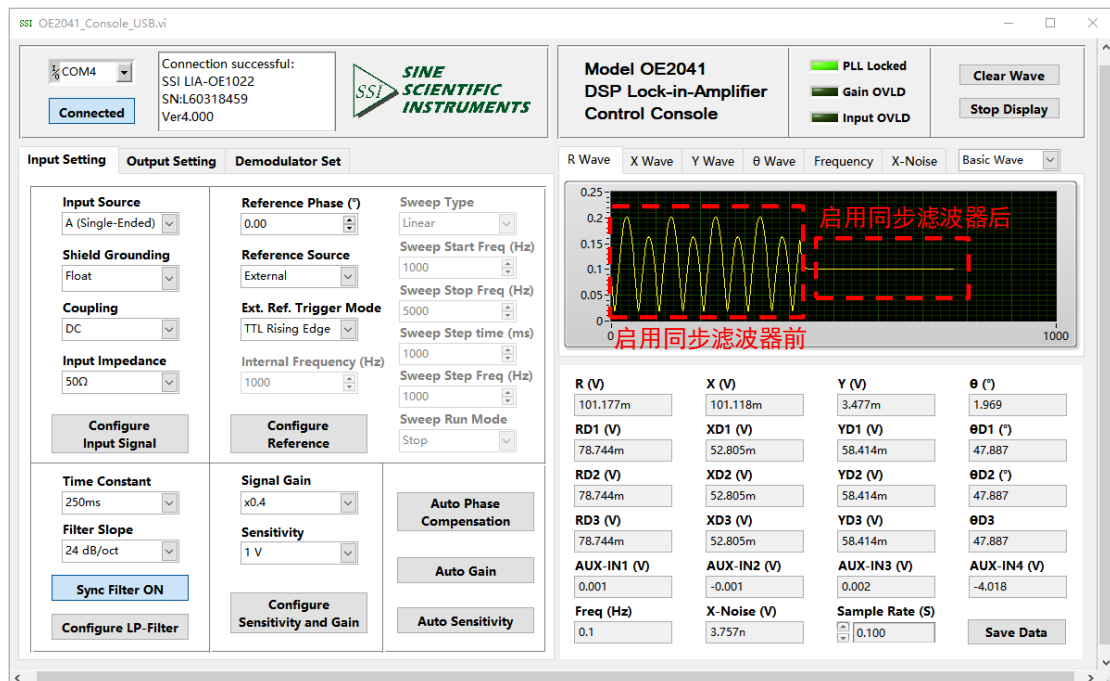

图70. 0.1Hz 时启动同步滤波器效果
3.“Sync Filter OFF”的配置相对独立，不是通过按钮“Configure LP-Filter”，而是点击本身的按键来选择是否开启自动功能。当按钮被按下并显示“Sync Filter ON”，表示 OE2041 已经开启了同步滤波器，效果如图 70 所示；当用户需要关闭同步滤波器时，再次点击该按钮会重新复位为初始状态“Sync Filter OFF”，表示 OE2041 已经关闭了同步滤波器功能。